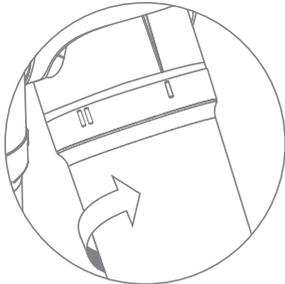
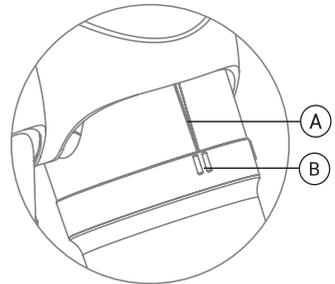

Рис. 8
Рис. 9
5. Поверните картридж по часовой стрелке (рис. 8), чтобы совпали центральный указатель (А) на скобе фильтра и метка «I» (В) на модуле (рис. 9).